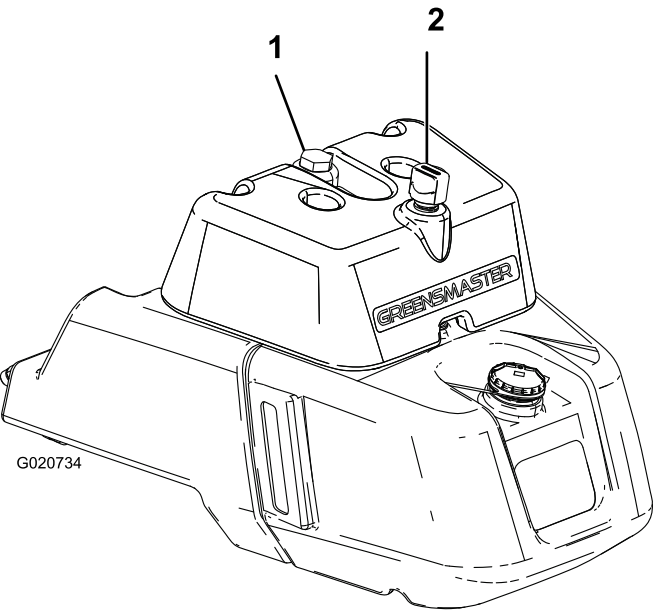

Figura 24
- Retire el tapón del depósito (Figura 24).